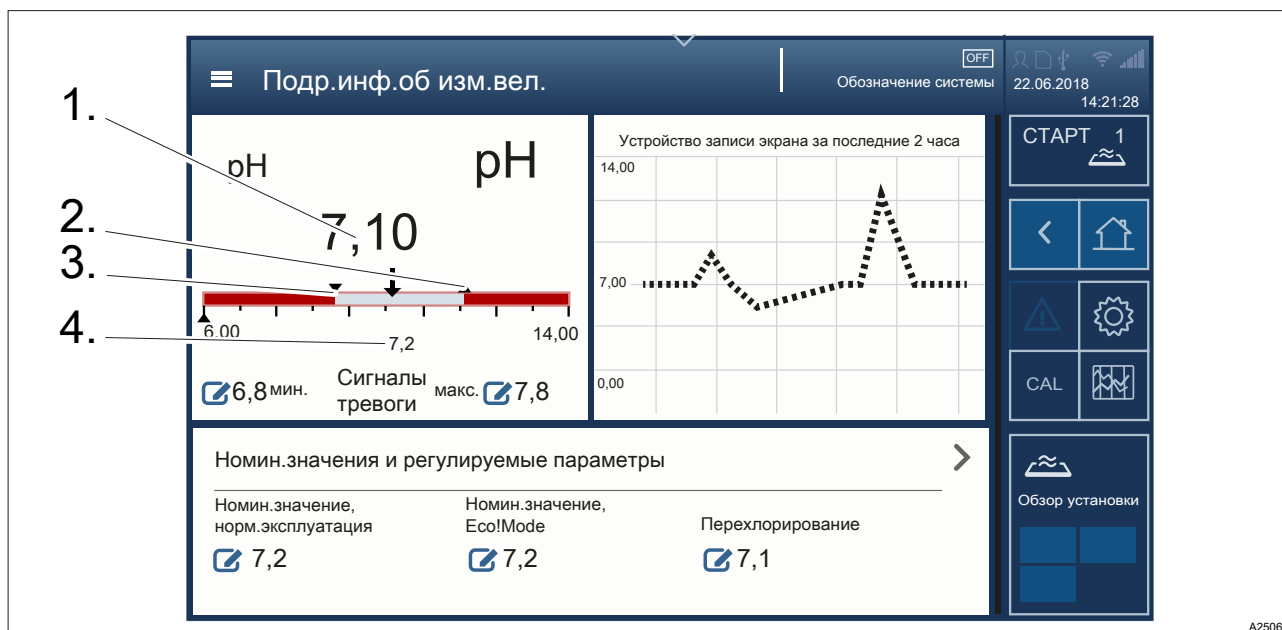

Рис. 50: Интерфейс [подробной информации об измерительных величинах].
3. ➤ Перейти к этим пунктам можно в меню [Подробная информация об измерительных величинах], Рис. 50.